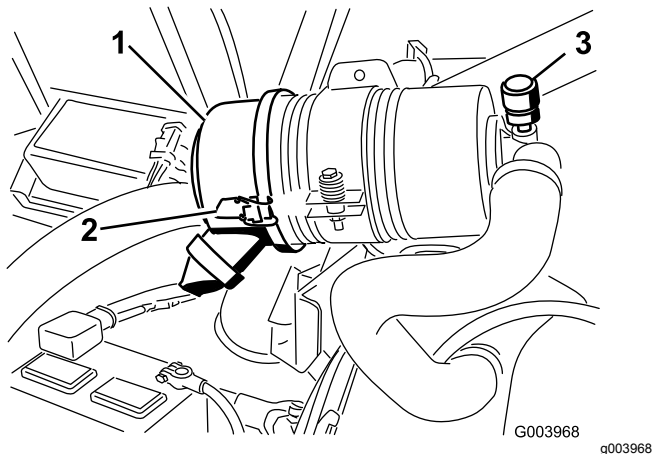

Figura 51
Revise el filtro del limpiador de aire únicamente cuando el indicador de mantenimiento (Figura 51) lo requiera. El cambiar el filtro antes de que sea necesario sólo aumenta la posibilidad de que entre suciedad en el motor al retirar el filtro.
1. Abra los enganches que sujetan la tapa del limpiador de aire a la carcasa del limpiador de aire (Figura 51).